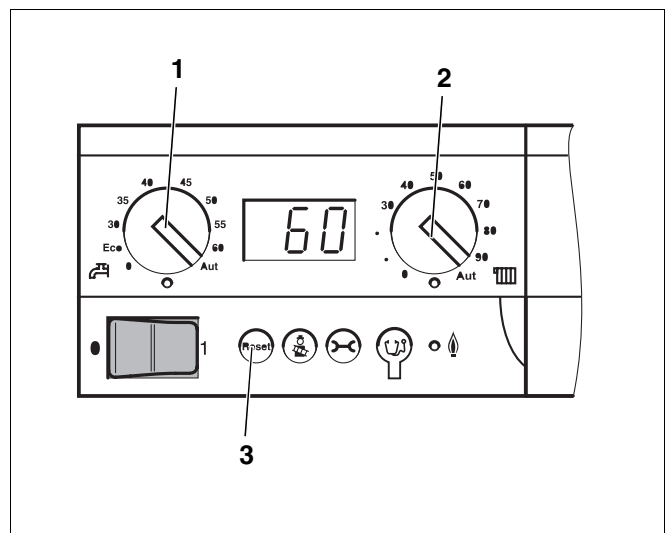

Abb. 17 Basiscontroller Logamatic BC10
Da der Brenner werkseitig in Störstellung ausgeliefert wird, müssen Sie den Brenner vor der ersten Inbetriebnahme entstören, indem Sie die Reset-Taste (Abb. 17, **Pos. 3**, Seite 19) drücken. Oder drücken Sie den Entstörtaster am SAFE 10 (wie folgt beschrieben).
Da der Brenner werkseitig in Störstellung ausgeliefert wird, müssen Sie den Brenner vor der ersten Inbetriebnahme entstören, indem Sie die Reset-Taste (Abb. 17, **Pos. 3**) drücken. Oder drücken Sie den Entstörtaster am Feuerungsautomat (wie folgt beschrieben).
- Drehknopf „maximale Kesseltemperatur“ (Abb. 17, **Pos. 2**) und Drehknopf „Warmwasser-Sollwert“ (Abb. 17, **Pos. 1**) auf „Aut“ stellen.